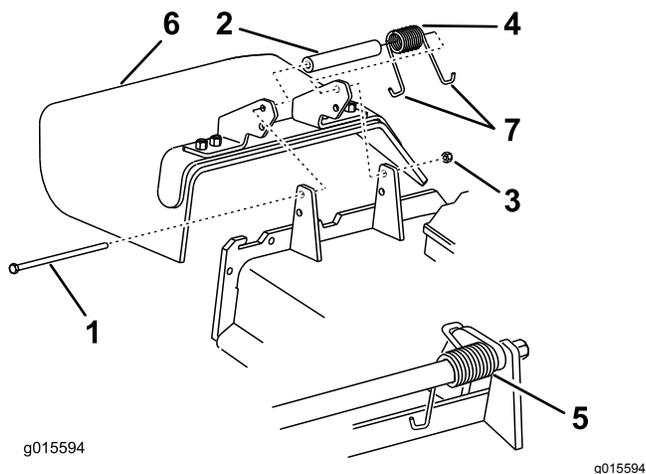

Figura 89
1. Togliete il dado di bloccaggio, il bullone, la molla e il distanziale che fissano il deflettore alle staffe orientabili del tosaerba (Figura 89).
2. Togliete il deflettore di sfalcio se è danneggiato o consumato (Figura 89).
**Nota:** Verificate che un'estremità a gancio J della molla si trovi dietro il bordo del piatto di taglio prima di montare il bullone, come illustrato nella Figura 89.
6. Infilate l'estremità a gancio J della molla attorno al deflettore dello sfalcio (Figura 89).